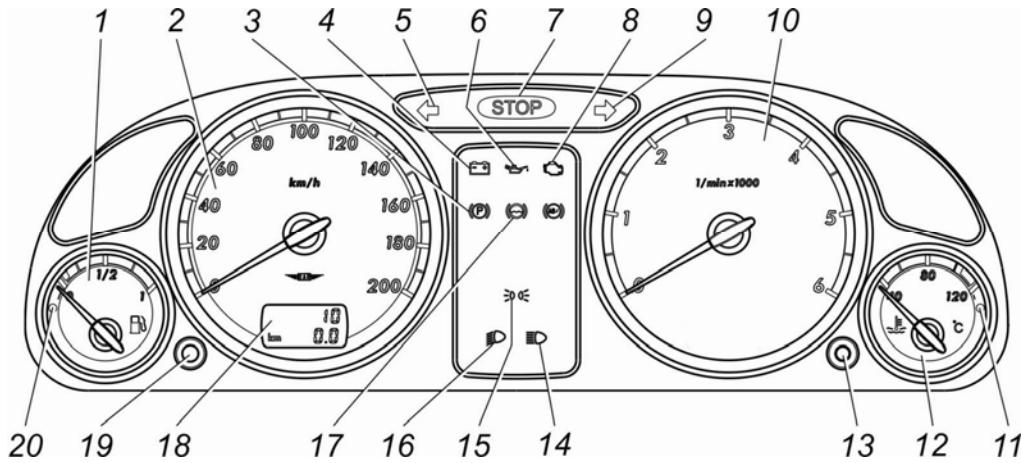

Рис. 5.15. Комбинация приборов
Расположение приборов показано на рис. 5.15.
3. Нажать на кнопку «Сброс» или «Режим» (рис. 5.15, поз. 19 или 13) на комбинации приборов и, удерживая ее, включить зажигание. При этом стрелки вернутся в исходное положение.